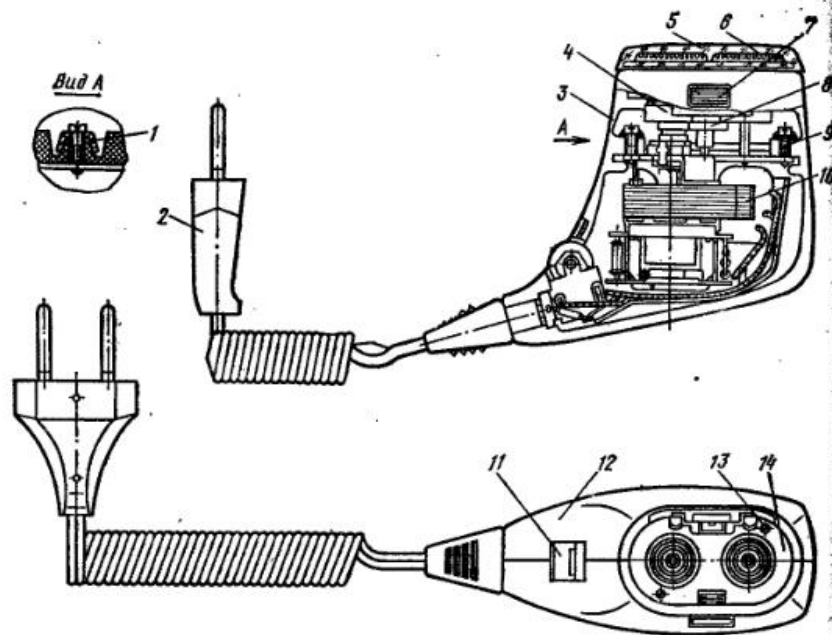
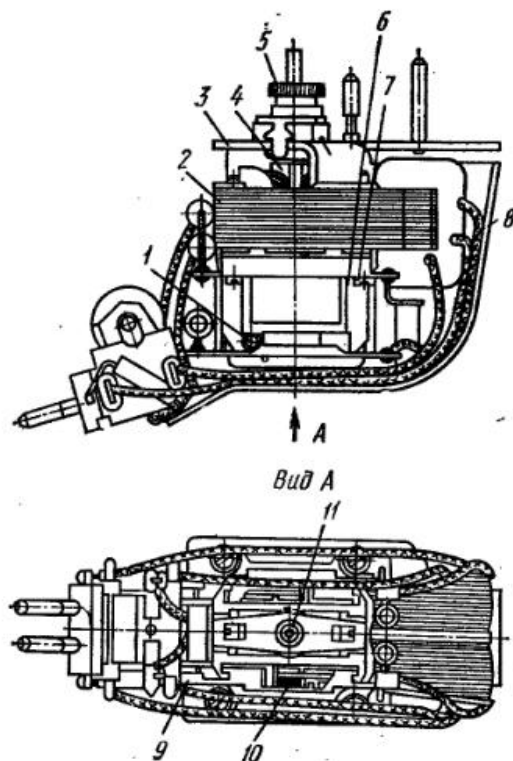

Рис. 44. Электробритва «Уфа»:
Рис. 45. Электродвигатель бритвы «Уфа»:
**Разборка электробритвы.** Отсоединить соединительный шнур от бритвы за штепсельный разъем. Снять защитный колпачок 5 (см. рис. 44), ножовой блок 6, для чего нажать на рычаг 7 (произойдет откидывание ножового блока от корпуса) и, взяв его рукой, вытянуть из фиксирующего гнезда корпуса. Вывернуть два винта 9, соединяющих крышку 14 с половинками корпуса. Вынуть крышку. Снять с осей шестерни с поводками. Вынуть два винта 9, соединяющих с помощью скоб 1 электродвигатель с корпусом. Разъединить половинки корпуса. Снять центральную шестерню 8. Извлечь электродвигатель из корпуса, снять шильдик и отогнуть экран 8 (см. рис. 45). После этого можно начать ремонт бритвы.
При включении бритвы в сеть двигатель гудит, но не работает. Сначала проверить легкость вращения якоря 4 (см. рис. 45), для чего ослабить пружину 1 со щеток путем вывода усика пружины из-под плоскости щеткодержателей 9 и раскрутить якорь за шестерню 5 от руки резкими движениями. Если при этом якорь туго вращается, следует ослабить два винта 7, скрепляющих колодку щеточного узла с платой 3, на осях которой базируются шестерни, приводящие в движение ножи, и отрегулировать вращение якоря путем незначительного сдвига платы относительно пакета пластин статора 2, после чего скрепить узел с помощью указанных выше двух винтов. При этом следует обращать внимание на то, чтобы якорь после регулировки его вращения не касался железа статорного пакета.